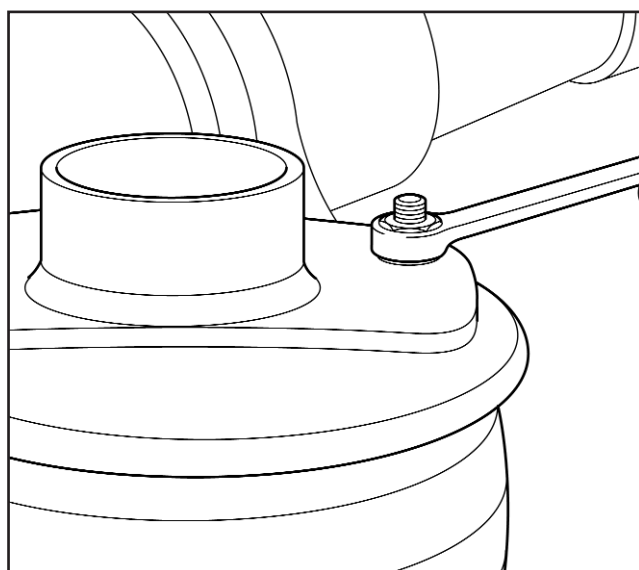
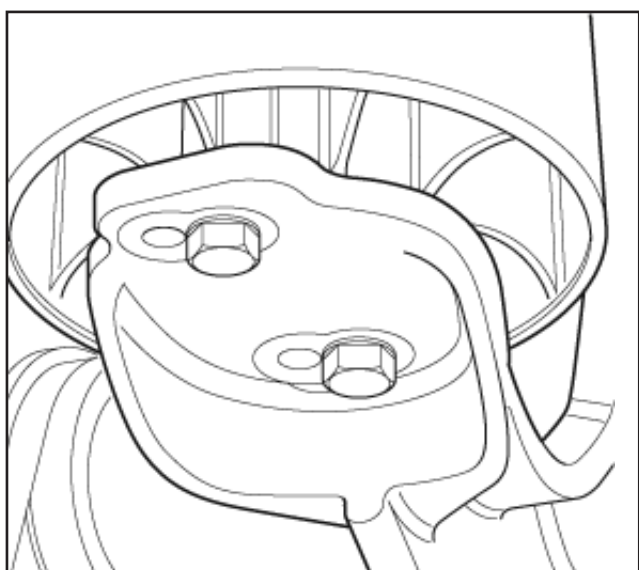

Fig 3.4
Fig 3.5
4. A l'aide d'une clé de 18 mm, retirer les écrous M12 de la platine supérieure du ressort pneumatique (figure 3.4) et les deux boulons M12 et les rondelles fixant le piston du ressort pneumatique au bras oscillant (figure 3.5). Repérer les orifices de montage utilisés dans le bras oscillant pour simplifier la repose.